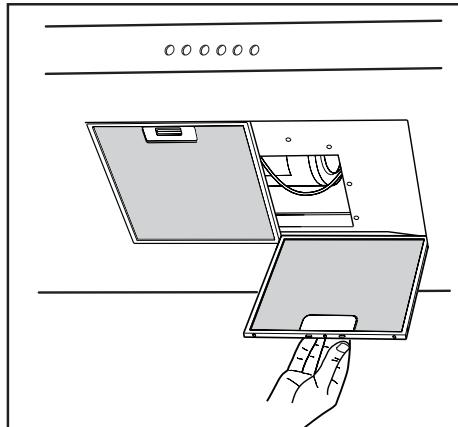

Fig.15
- La distanza minima fra la superficie di supporto dei recipienti di cottura sul dispositivo di cottura e la parte più bassa della cappa da cucina deve essere di almeno 65 cm (Fig.14 a). Se dovesse essere usato un tubo di connessione composto di due o più parti, la parte superiore deve essere all'esterno di quella inferiore. Non collegare lo scarico della cappa ad un condotto in cui circoli aria calda o utilizzato per evacuare fumi degli apparecchi alimentati da un'energia diversa da quella elettrica. Prima di procedere alle operazioni di montaggio, per una più facile manovrabilità dell'apparecchio disinserire i filtro/i antigrasso (Fig.15). -Nel caso di montaggio dell'apparecchio in versione aspirante predisporre il foro di evacuazione aria.
- Se il vostro apparecchio è dotato di camino inferiore che necessita di fissaggio al corpo cappa con le viti, rimuovere dalla cappa i filtri antigrasso agendo sulle apposite maniglie (Fig.15). Avvitare quindi il tubo camino inferiore dall'interno della cappa, utilizzando le viti **P** (Fig. 13). Provvedere infine a ricollocare i filtri nel loro alloggiamento.